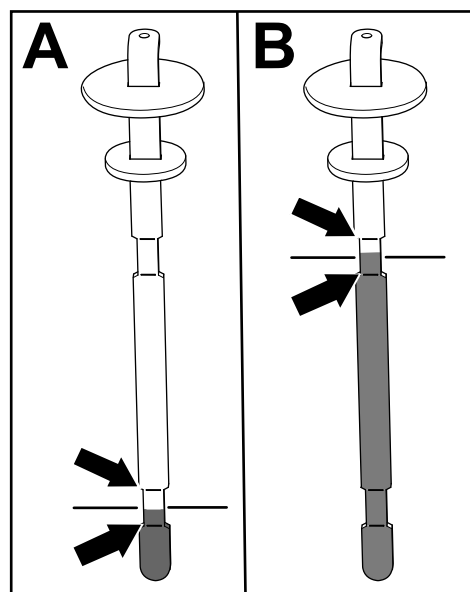

Figure 80
5. Ressortez la jauge et vérifiez le niveau de liquide (Figure 80).
- **Si l'unité de coupe est montée sur la machine :** le niveau de liquide hydraulique est correct quand il se situe entre les 2 repères inférieurs sur la jauge (A de la Figure 80). Il est également acceptable que le niveau de liquide dépasse les repères inférieurs.
- **Si le kit hydraulique auxiliaire est monté sur la machine :** le niveau de liquide hydraulique est correct quand il se situe entre les 2 repères supérieurs sur la jauge (B de la Figure 80).